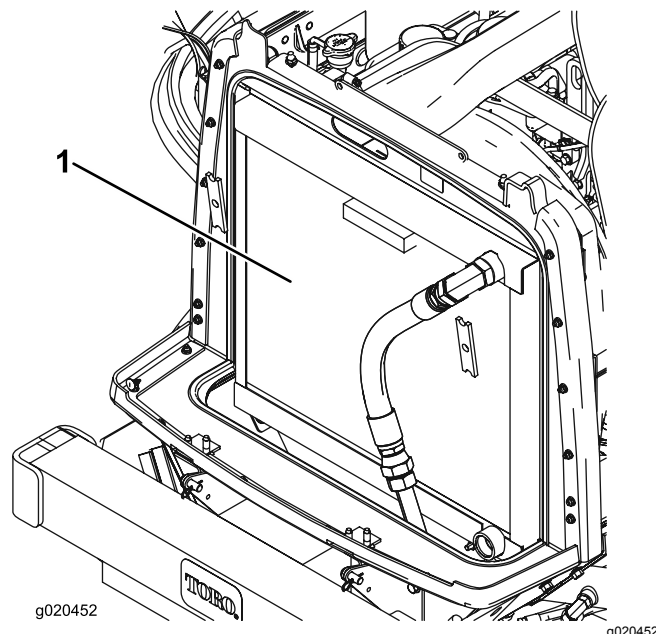

Figura 97
3. Limpie a fondo ambos lados de la zona del radiador/enfriador de aceite con aire comprimido (Figura 97).